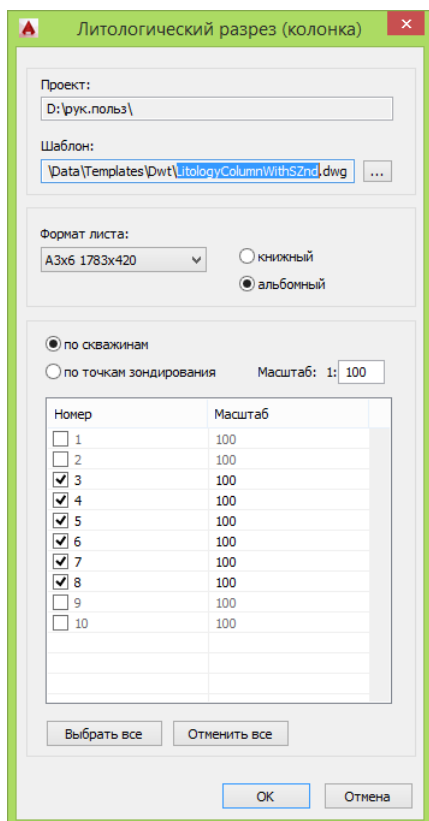

Рис. 87. Диалоговое окно создания и настройки литологических разрезов.
- В диалоговом окне *Литологический разрез (колонка)* указать шаблонный файл, выбрать скважины или точки статического зондирования, для которых нужно создать колонки, задать масштаб разреза для скважин и указать формат листа (см. Рис. 87).